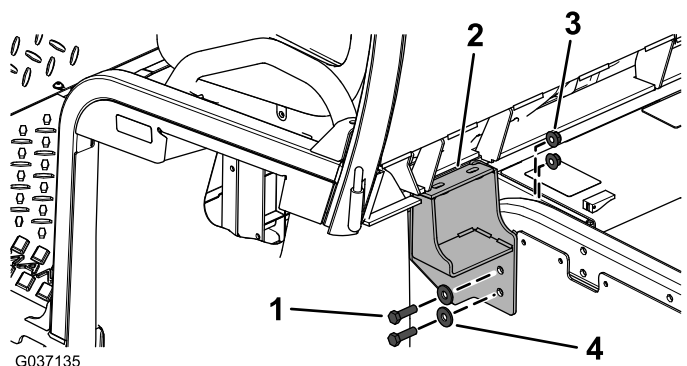

Figuur 6
- Gebruik de nieuwe steunen van de bodemplaat als sjabloon om 3 gaten (met een diameter van 9,5 mm) te boren in elke bodemplaat (Figuur 6).
Belangrijk: Boor alleen de voorste 2 gaten in de nieuwe steunen van de bodemplaat, en het achterste gat, zoals getoond in Figuur 6.